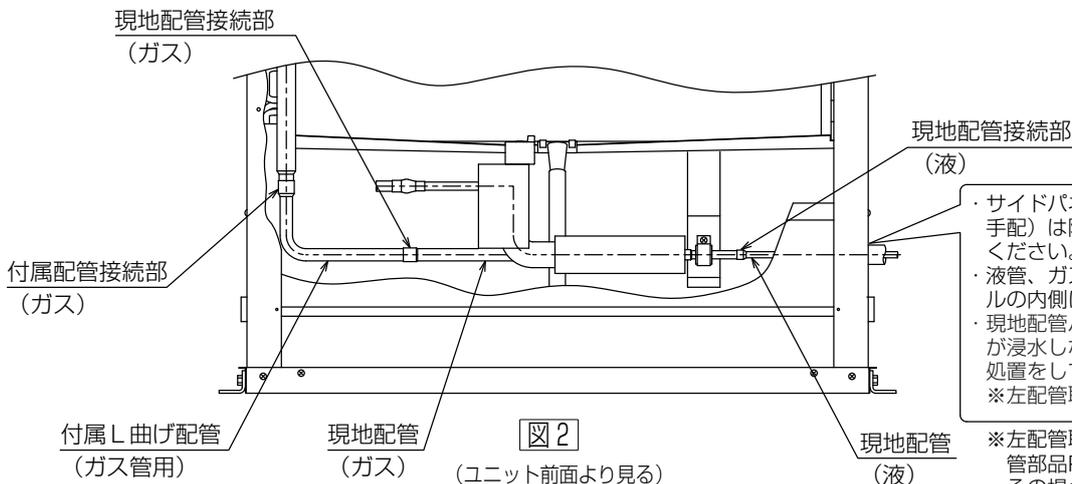

図2
(可変プーリーはV溝の隙間が可変するため平行度(心出し)の調節は図2のように定規等を当てて左右の隙間が同じになるようにしてください。)
(図2) 可変プーリー使用時の平行度の調節
- (4) 図2に示すとおり付属配管、現地配管をロウ付接続してください。
- (5) サイドパネルの配管貫通部にパイプカバーを取付け、開口部との隙間をコーキングしてください。